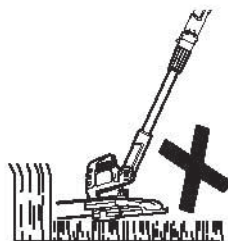

Fig.17
- > Si l'herbe est très haute, coupez-la en plusieurs étapes, en allant de haut en bas. N'essayez pas de couper une trop grande quantité à la fois. Divisez le travail en petites sections (fig.17, 18).